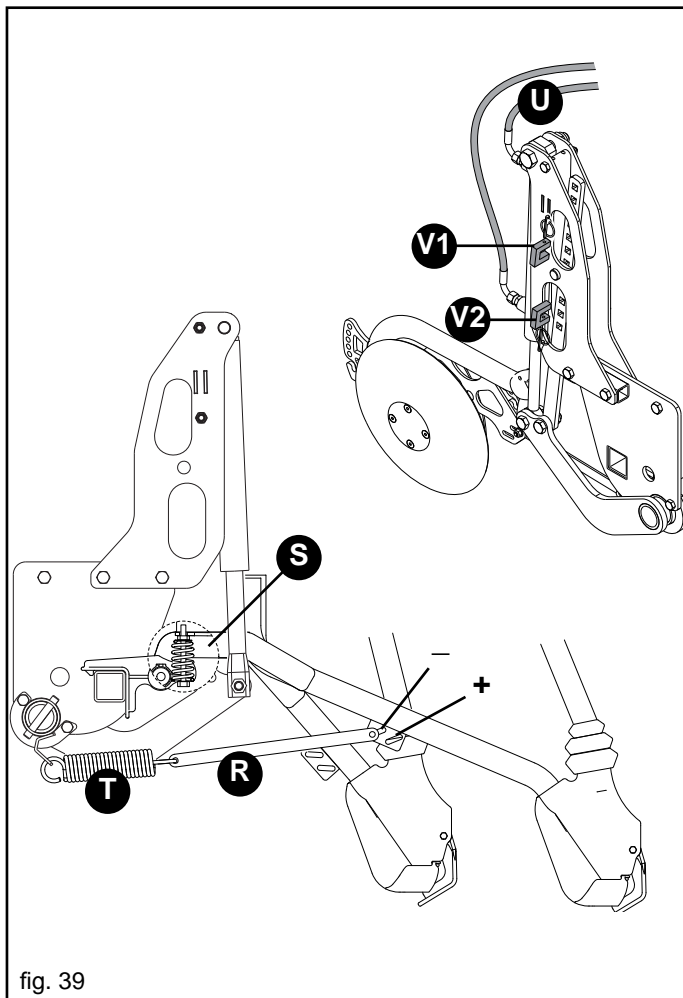

fig. 39
Durant le fonctionnement, il est possible d'augmenter la pression exercée sur le soc dans les zones où le sol est plus difficile à pénétrer. Les blocs (V1-V2, Fig. 39) déterminent respectivement la pression maximale et minimale qu'il est possible d'exercer sur les socs servant de fin de course au cylindre oléodynamique.
On peut ultérieurement régler la pression, séparément, en changeant la position de la tringle (R, Fig. 39).
Uniquement pour la version avec les socs en sabot, un accessoire est disponible: il s'agit d'un ressort (S, Fig. 39) qui permet de remettre à zéro le poids de chaque élément lorsque le ressort (T) est complètement déchargé. Dans ce cas, il est possible d'effectuer des semis superficiels.